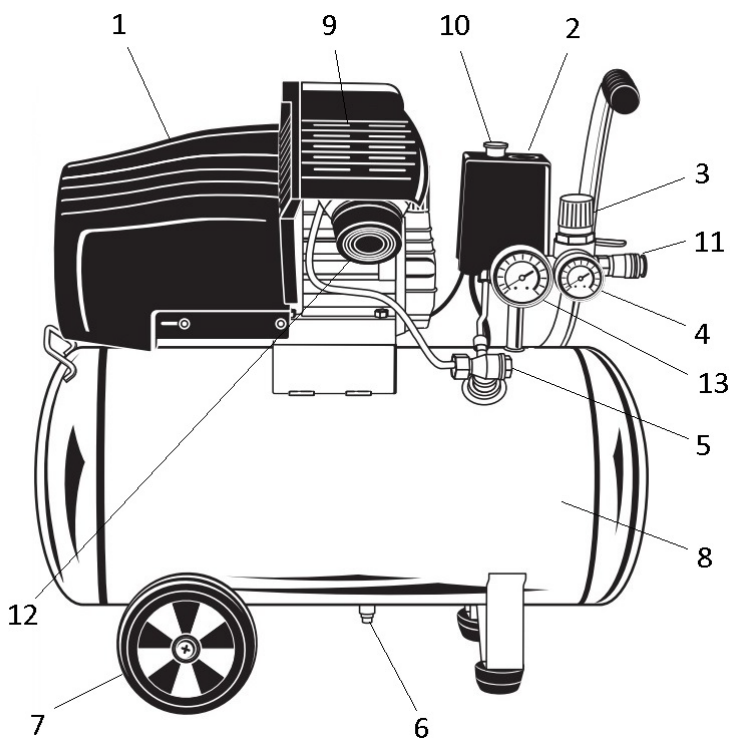

Рис.1
ОПИСАНИЕ ОБОРУДОВАНИЯ (Рис.1)
- Установите колеса (7, Рис. 1) на ресивер (8, Рис. 1).
ВНИМАНИЕ! Не допускается работа компрессора без воздушных фильтров (12, рис.1) – это может привести к выходу компрессора из строя и потере гарантии на изделие.